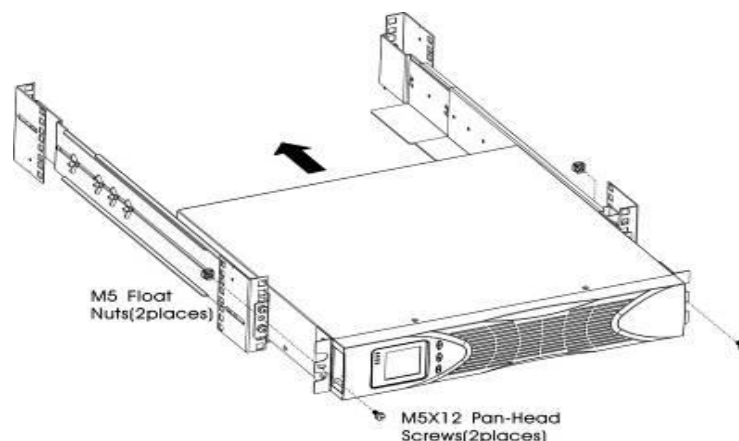

Figura 4
- k) Fissare la parte anteriore dell'UPS al rack utilizzando una vite a testa cilindrica M5×12 e un dado a gabbia M5 su ciascun lato (vedere Figura 4). Installare la vite inferiore su ciascun lato attraverso il foro inferiore della staffa di montaggio e il foro inferiore del binario.